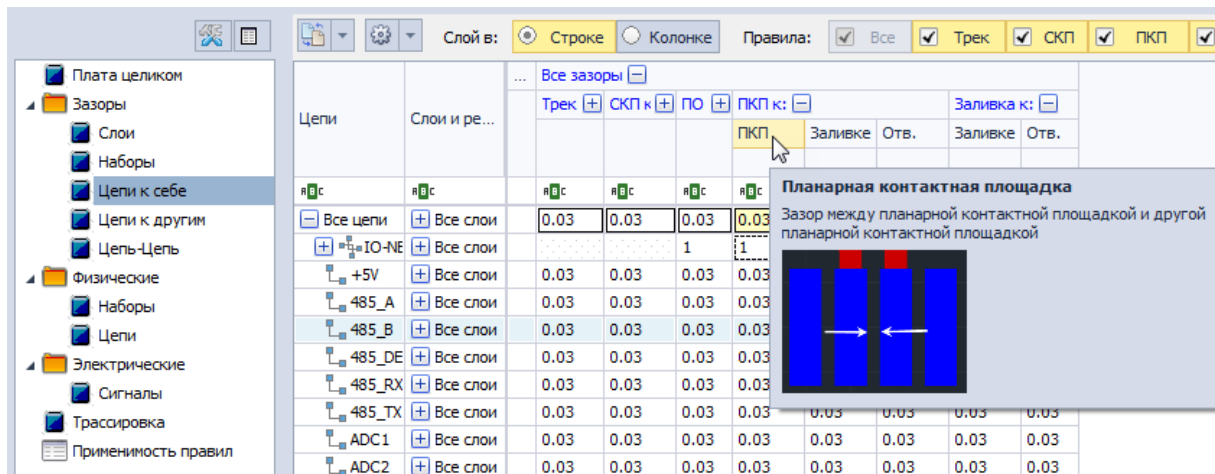

Рис. 21 Зазор между планарной контактной площадкой и другой планарной контактной площадкой
- Зазор между ПКП и ПКП обозначается как «ПКП к ПКП», Рис. 21.